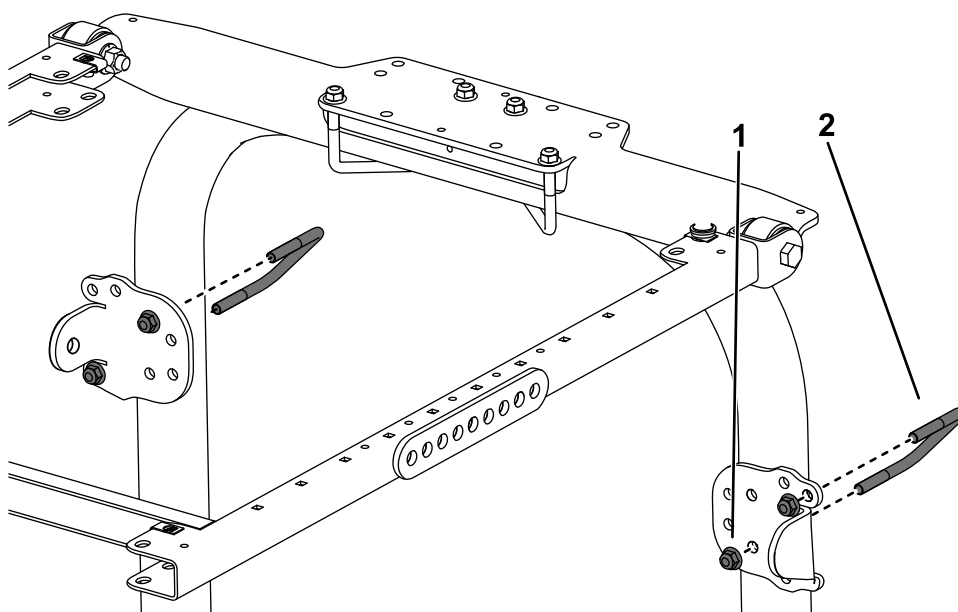

図 26
10. 図 26 に示されている取り付け穴を利用して、各ブレースブラケットをROPSの柱材に取り付けるUボルト 3 1/2" x 2 3/4" とフランジナット 2 個を使用する。